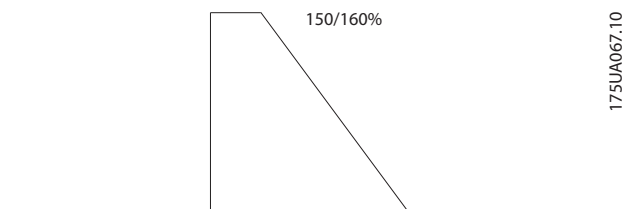

Abbildung 6.2 Horizontale Lasten
- Bremswiderstände für horizontale Lasten (Förderbänder, Laufkatzen, Brückenkrane usw.), siehe *Abbildung 6.2*